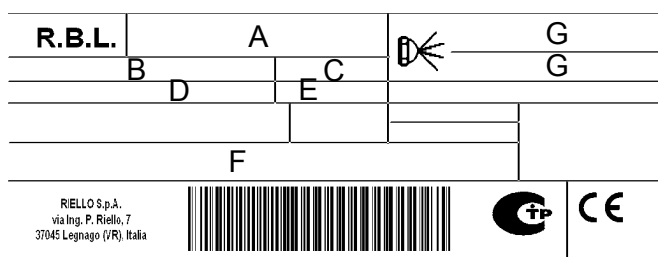

Fig. 6
- el modelo (véase **A** en la Fig. 6) y el tipo de quemador (**B**);